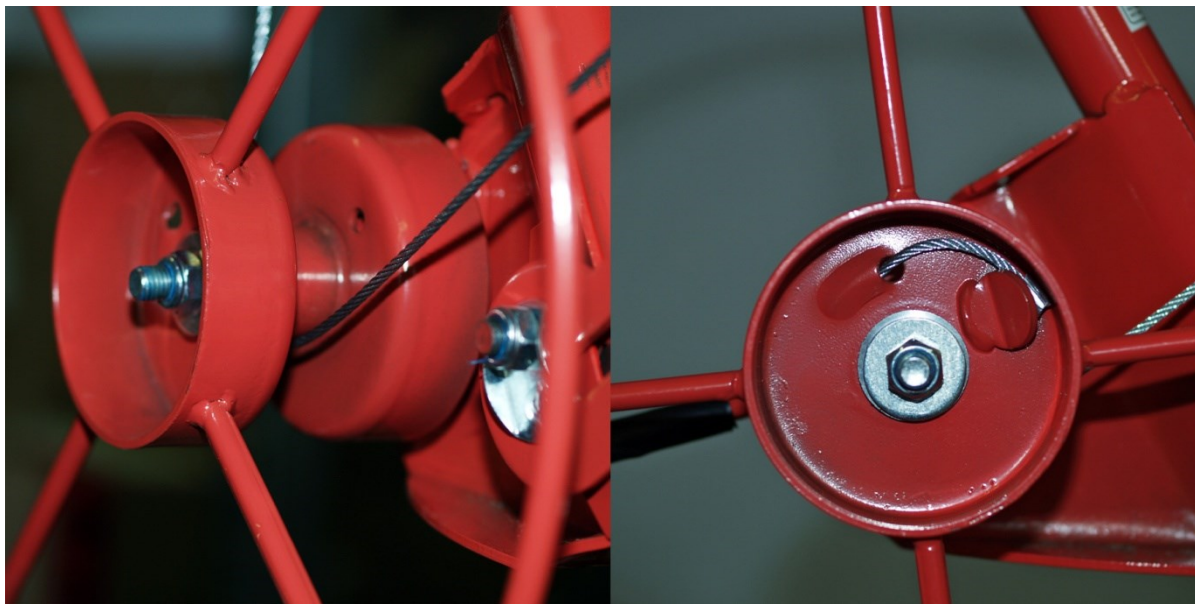

Figure 6
9. Faites passer le câble sous la manivelle et fixez-le dans le verrouillage (Fig. 6).